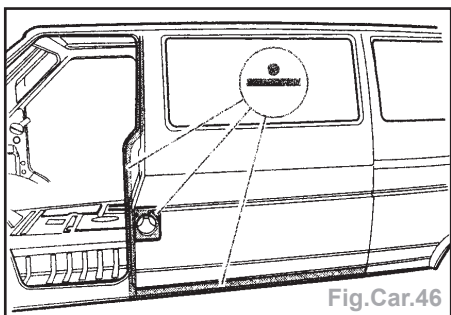

Fig.Car.46
- Souder la pièce neuve à la pointeuse électrique (Fig.Car.46).